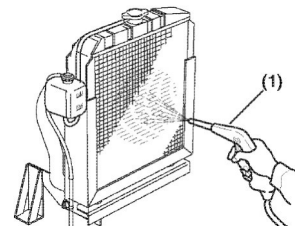

Abb. 44: Kühler
Schritt 1: Den Keilriemen mit dem Daumen mit einer Kraft von etwa 22 ft-lb (98 NM, 10 kgf/m) eindrücken, um die Durchbiegung zu prüfen (Abb. 44, Pos. A, B und C). Die Spannung kann an der am besten zugänglichen Stelle überprüft werden.